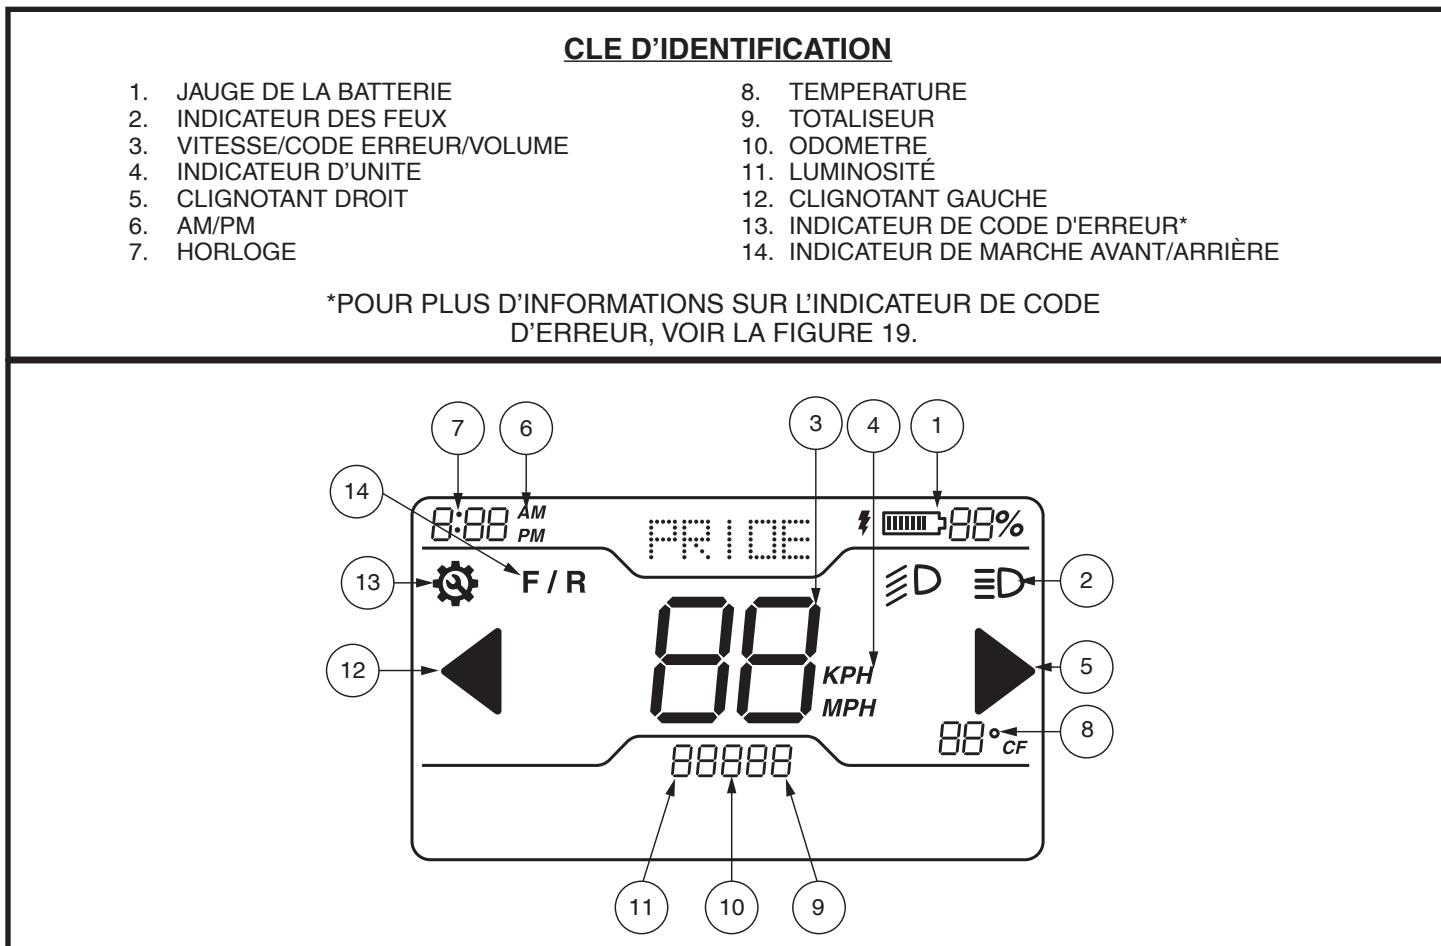

Figure 3. Ecran LCD
** POUR PLUS D'INFORMATIONS SUR L'ÉCRAN LCD, VOIR FIGURE 3.
Votre scooter est équipé d'une série de fusibles électriques qui protègent le système de recharge externe, le circuit du contact, les éclairages contre une surcharge de courant électrique. Ces fusibles sont de même type que ceux utilisés dans les automobiles et sont situées dans un compartiment sur le guidon. **Voir la figure 3.** Voir VII. " Soins et Entretien " pour le remplacement des fusibles.
Le panneau de commande LCD donne des informations intuitives via l'écran LCD. **Voir la figure 3.** L'écran LCD est également utilisé lors de la configuration initiale (activation) des différents paramètres du panneau de commande. **Voir le tableau 1.**